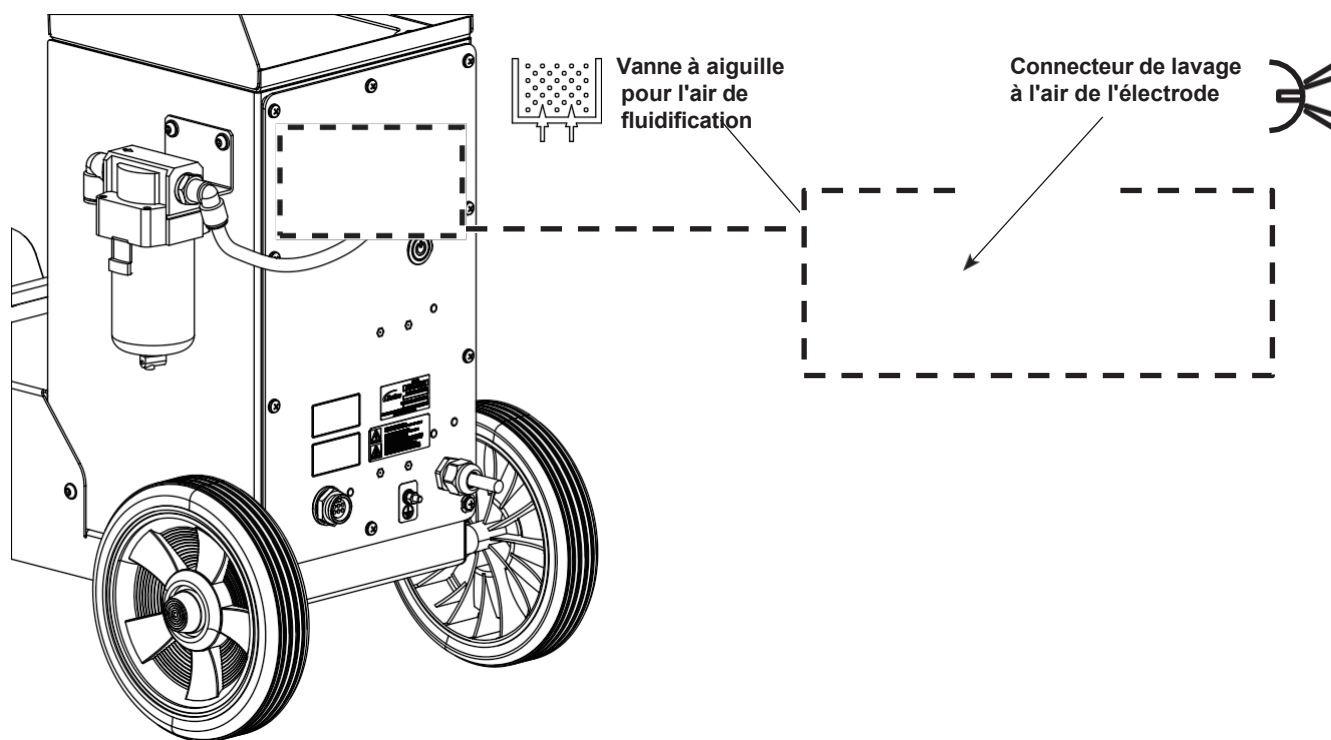

Figure 4-2 Emplacement de la vanne d'air de lavage et de fluidification de l'électrode (illustrée sans vanne de régulation de débit)
Voir la figure 4-2. Utiliser la vanne à pointeau  de l'air de fluidification pour régler la pression d'air de fluidification aussi bas que possible : 0,07-0,14 bar (1-2 psi).
Voir la figure 4-2. Utiliser la vanne à pointeau de l'air de fluidification  pour régler la pression de l'air de fluidification de façon à ce que la pression soit juste suffisante pour que la poudre dans la trémie "bout" doucement. L'air de fluidification fait augmenter le volume de la poudre.
Voir la figure 4-2. L'air de lavage de l'électrode lave continuellement l'électrode du pistolet de pulvérisation pour empêcher la poudre de s'y accumuler. L'air de lavage de l'électrode s'allume et s'éteint automatiquement lorsque le pistolet de pulvérisation est activé et désactivé.
- Voir la figure 4-2. Utiliser la vanne à pointeau de l'air de fluidification  pour régler la pression de l'air de fluidification de façon à ce que la pression soit juste suffisante pour que la poudre dans la trémie "bout" doucement. L'air de fluidification fait augmenter le volume de la poudre.